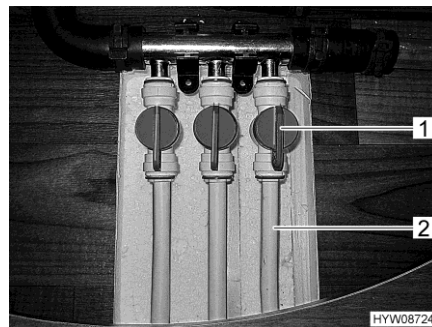

Fig. 133 Valvole di mandata (riscaldamento a pavimento)
- Regolare la maniglia (Fig. 133,1) sulla valvola di mandata della linea desiderata (Fig. 133,2) in posizione parallela rispetto alla tubatura del riscaldamento. Questa linea del riscaldamento a pavimento lavora così alla massima potenza.
- Regolare la maniglia (Fig. 133,1) sulla valvola di mandata della linea desiderata (Fig. 133,2) in una posizione qualsiasi. In questo modo la potenza del riscaldamento di questa linea può essere regolata in modo continuo.
- Regolare la maniglia (Fig. 133,1) sulla valvola di mandata della linea desiderata (Fig. 133,2) in posizione trasversale rispetto alla tubatura del riscaldamento. Questa linea del riscaldamento a pavimento ora è disinnescata.